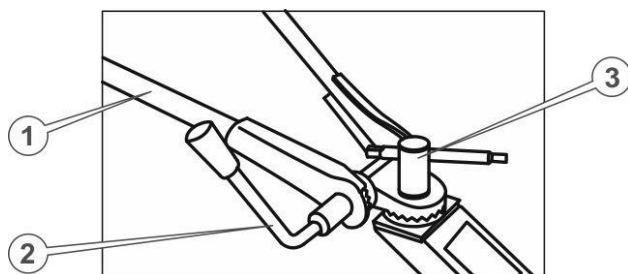

Рисунок 7 – Кріпильні елементи керма
8. Звільнити кермо від пакувальної плівки. встановити раму керма (1) на рульову стійку центрального вузла, потрапляючи зубцями в зубці (див. рисунок 7), зафіксувати положення керма за допомогою затиска осі регулювання повороту керма (3). Для регулювання по висоті необхідно